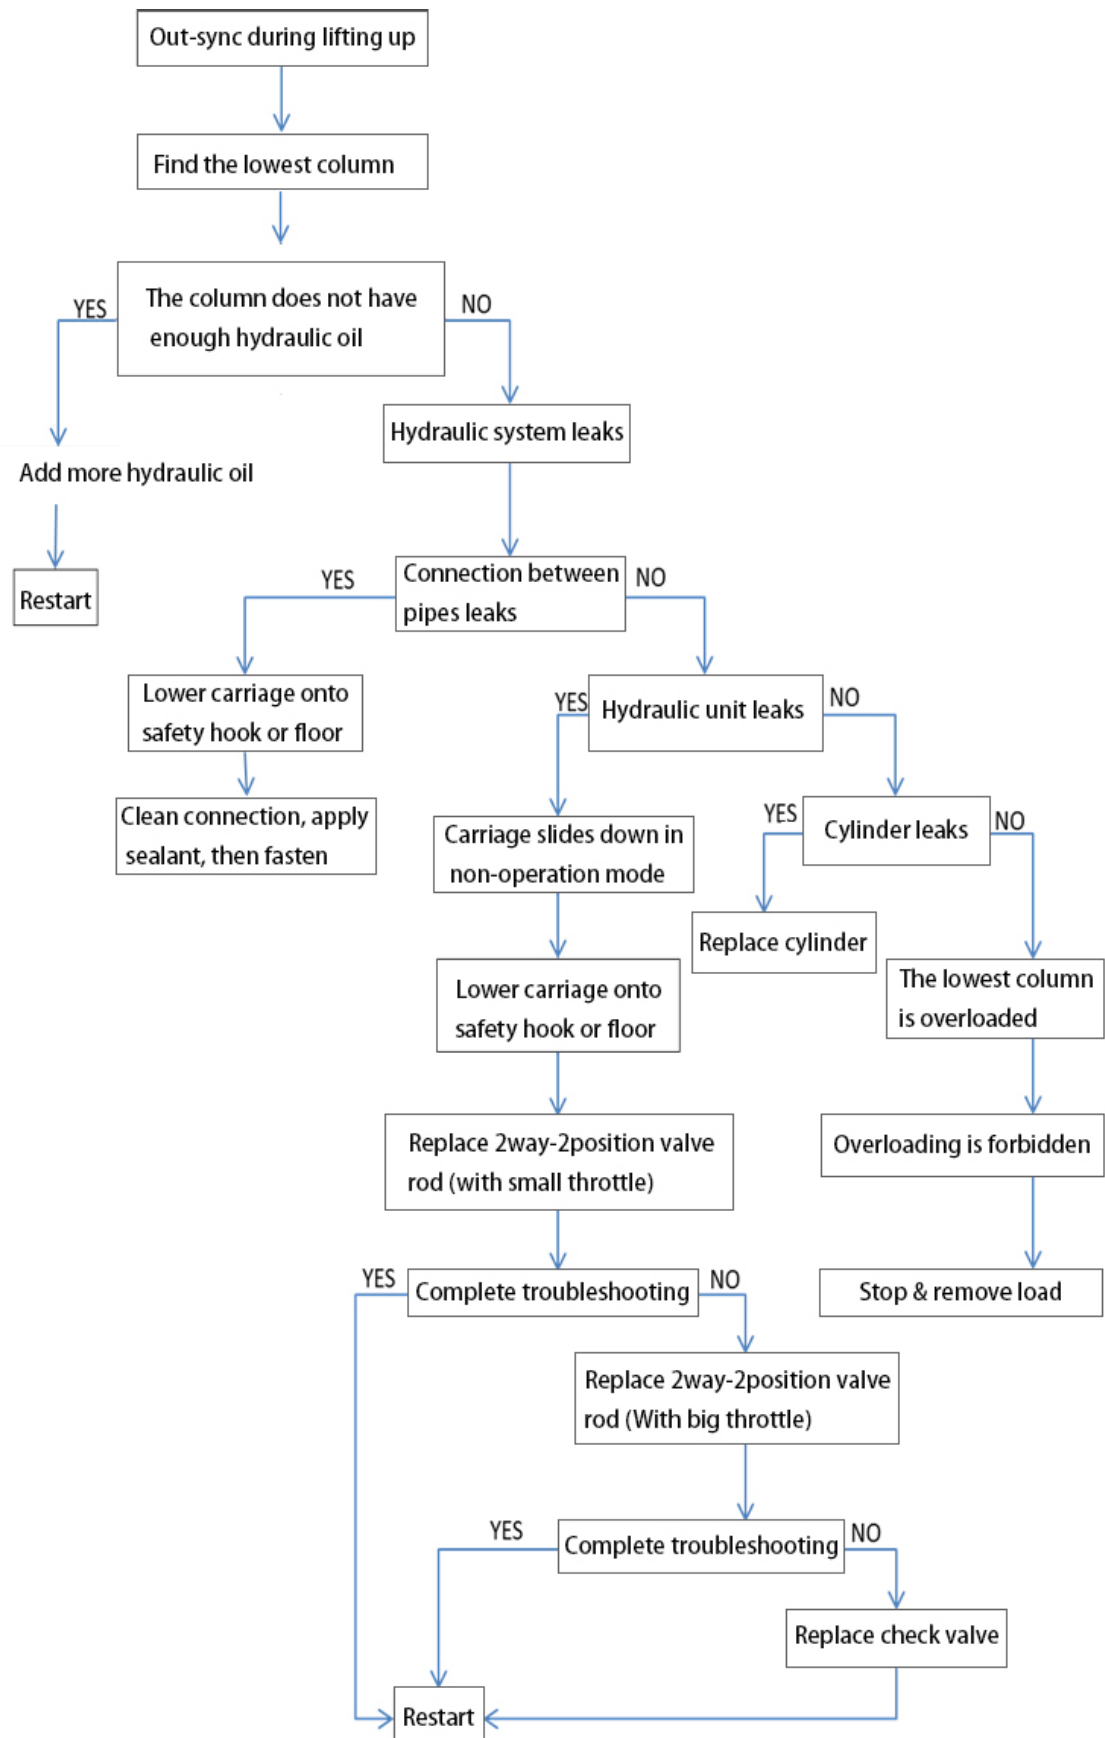
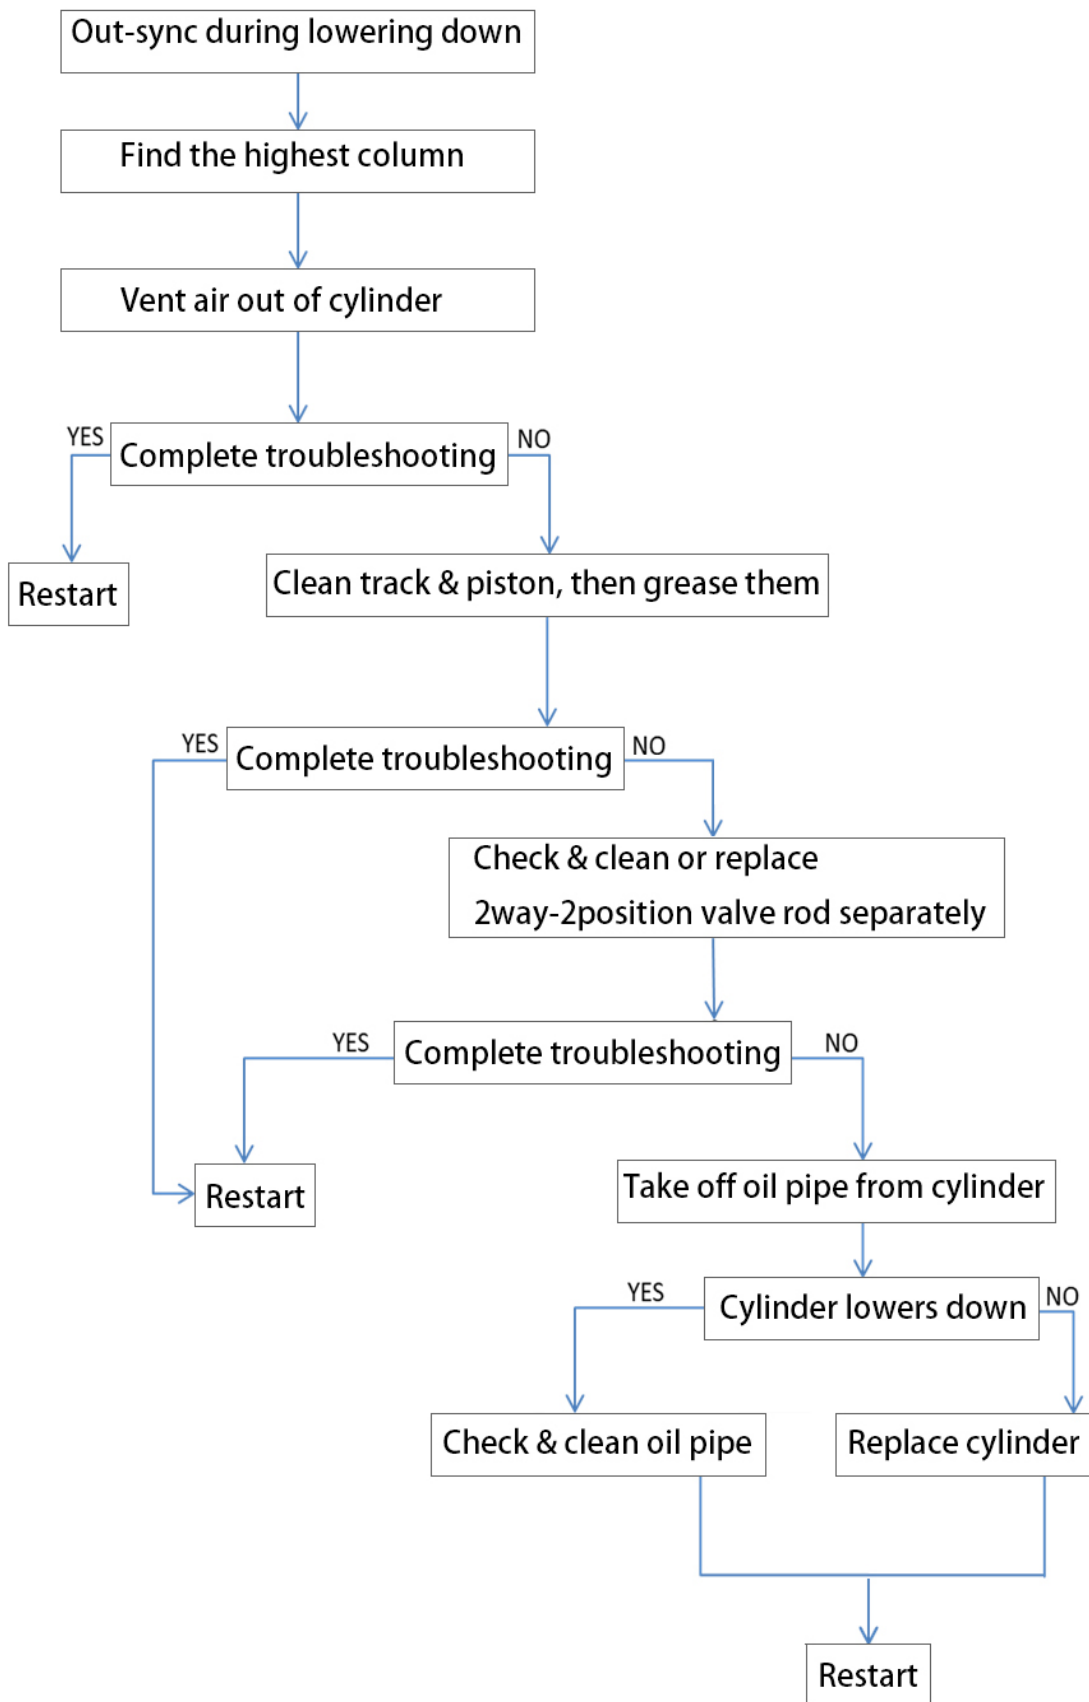

Рис.23.1
Рис.23.2
- Рішення: ① Перемкніть ручку вибору режиму в положення SINGLE, підніміть або опустіть колонку, щоб впевнитися, що різниця у висоті між найвищою та найнижчою колонами становить менше 50 мм
- ② Якщо вищезазначений пункт не допомагає вирішити проблему, будь ласка, виконайте процедуру аналізу несправностей. Рис. 23.1 стосується проблеми, що виникає під час підйому вгору; рис. 23.2 – проблеми, що виникає під час опускання вниз.
9.3.1.3. Відповідно до аналізу (рис. 23.1 та 23.2), замініть відповідний клапан відповідно.